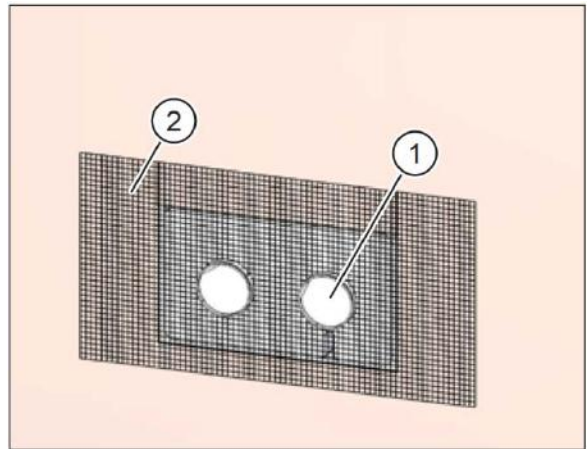
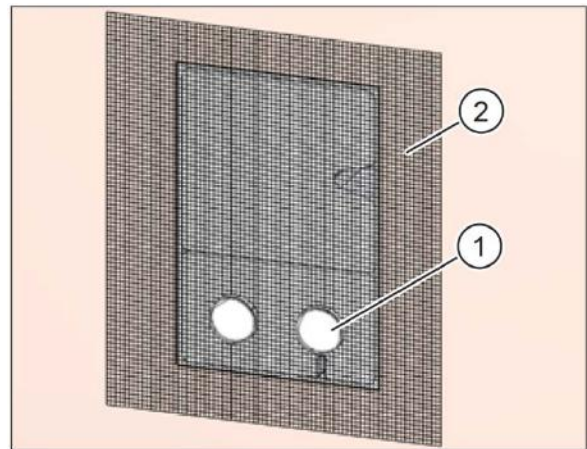

Рис. 35: откорректировать размер настенного ящика без вставки-заполнителя
Рис. 36: откорректировать размер настенного ящика со вставкой-заполнителем
- ▶ Вставьте гипсовые защитные проставки (поз. 1 на рис. 35 и рис. 36). Они должны выступать из капитальной стены настолько, чтобы затем были скрыты слоем штукатурки. Гипсовые защитные проставки образуют площадь для заделки трещин / щелей во внешней штукатурке.
- ▶ Нанесите гипсовую ткань (поз. 2 на рис. 35 и рис. 36) снаружи на монтажную коробку, кладку стены или утепление фасада.